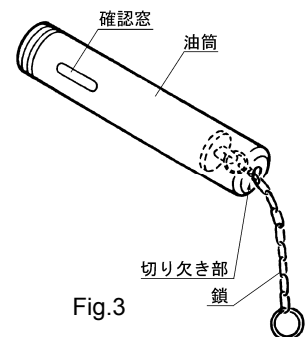

Fig.3
- 2) 油筒の鎖を手前に最後まで引き出し、油筒の切り欠き部に鎖を引っ掛けてください。(Fig.3)